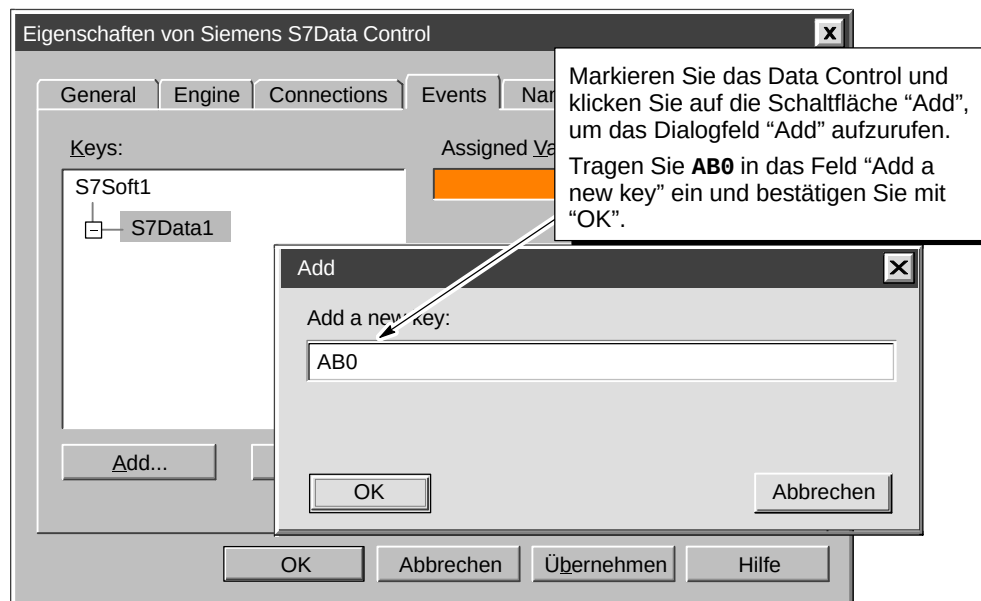

Bild 1-15 Ergänzen eines Ereignisses für das Data Control
2. Wählen Sie die Schaltfläche "Add", um einen neuen Ereignisschlüssel aufzunehmen (siehe Bild 1-15). Im Dialogfeld "Add" tragen Sie **AB0** in das Feld "Add a new key" ein.